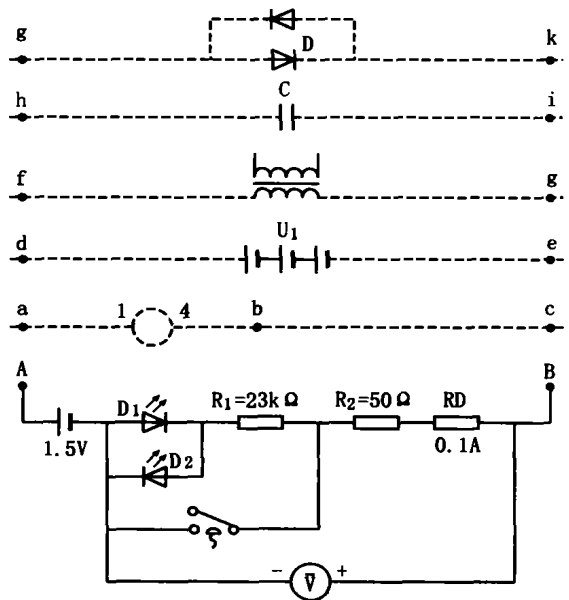

图1 电压法导通原理图
如图1所示, 由1节干电池、2个发光二极管、2个电阻、1个熔断器、1个自复式按钮和1块自动换挡数字万用表构成导通电路。若A、B间连通, 万用表接在1.5V干电池的两端, 将显示稳定的直流1.5V, 然后按下自复式按钮, 数字万用表仍将显示稳定的直流1.5V; 若A、B间断路, 万用表显示0。由于在6502电路中没有直流1.5V这种电压, 据此现象可证明A、B两点是连通的。
如果继电器未励磁, 如图1所示, 若想导通b、c两点, 但误接入a、c两点, 此时数字万用表显示略小于1.5V的直流电压, 按下自复式按钮后, 则继电器线圈与电阻 $R_2$ 共同组成分压电路, 数字万用表显示明显小于1.5V的直流电压。若为JWXC-1700型继电器, 则数字万用表显示为0.04V (电池内阻和导线电阻忽略不计, 以下同); 若为JWXC-H18型继电器, 显示为1.1V; 若为JPXC-1000型继电器, 显示为0.07V; 若为JWXC-H340型继电器, 显示为0.19V。由数字万用表所显示电压值的明显变化, 可以判断测量回路中是否串有继电器线圈。当A、B间接入电阻时, 情况与此相同。
3. 接入电源。如图 1 所示, 当 A、B 端直接接在 d、e 间直流电源上时, 如 KZ24、KF24 或 DZ220、DF220 等, 相当于 2 个直流电压源串联, 此时数字万用表的显示为:  $U = \pm U_1 \pm 1.5 \text{ V}$  ( $U_1$  为 24 V 或 220 V)。同时  $D_1$ 、 $D_2$  两个发光管中有一个点亮, 提醒导通人员错误接入直流电源, 而且从发光二极管的亮度可以判断出接入的是 24 V, 还是 220 V 直流电源。注意此时不能按下自复式按钮。